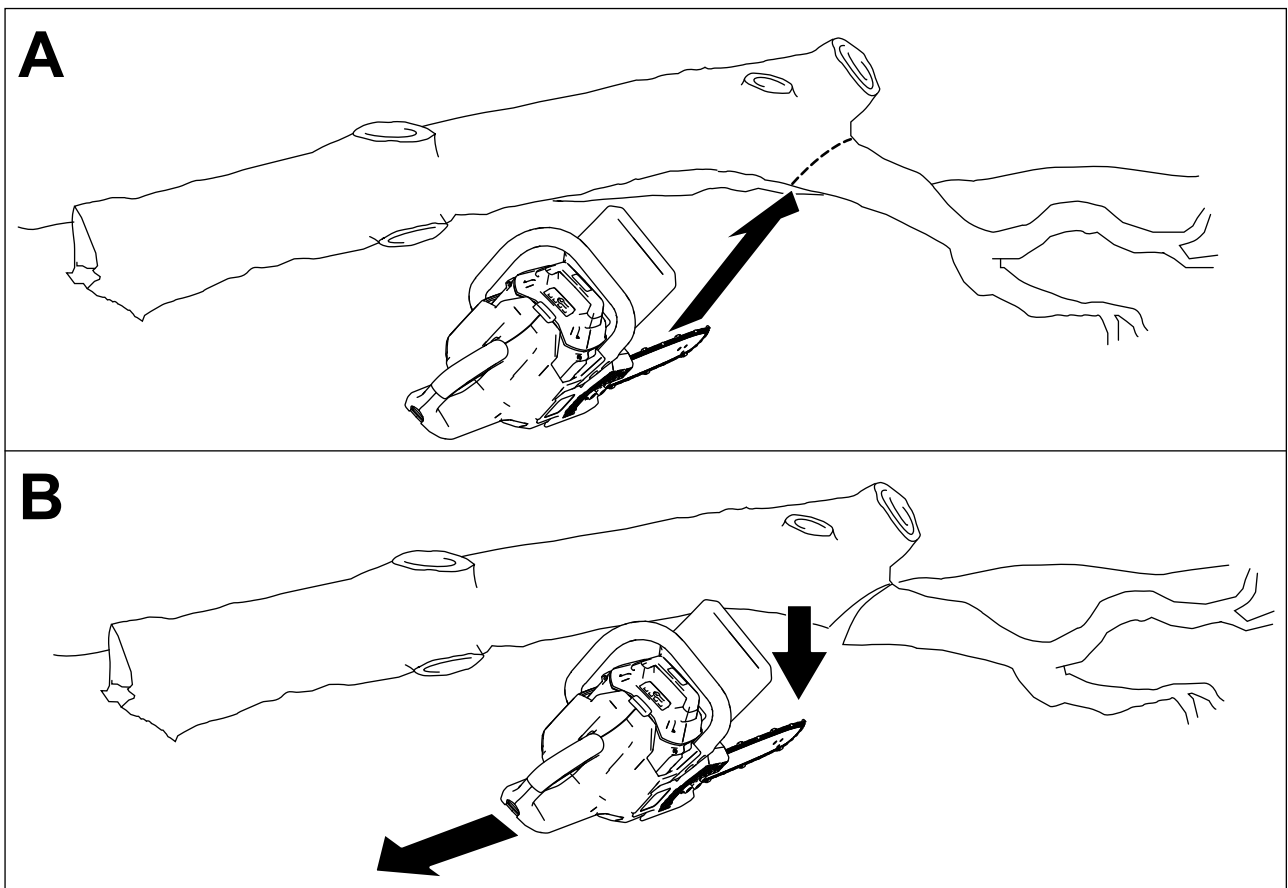

Bild 18
3. Schneiden Sie die größeren Äste, die das Gewicht des Baumes abstützen, von unten nach oben ab, damit die Äste nicht das Sägeblatt einklemmen (Bild 18).